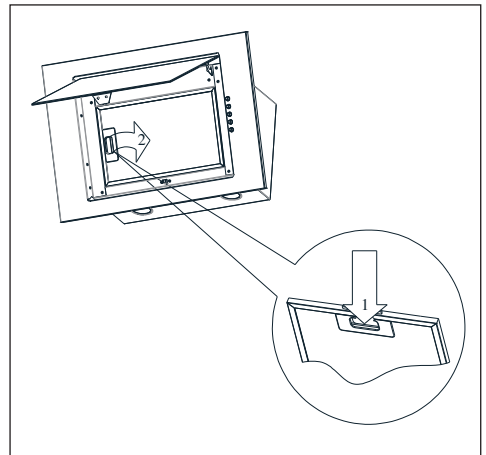

Abb.13 Entfernen des Aluminiumfettfilters
4. Öffnen Sie die Dunstabzugshaubenabdeckung und entfernen Sie den Fettfilter (Abb.13).